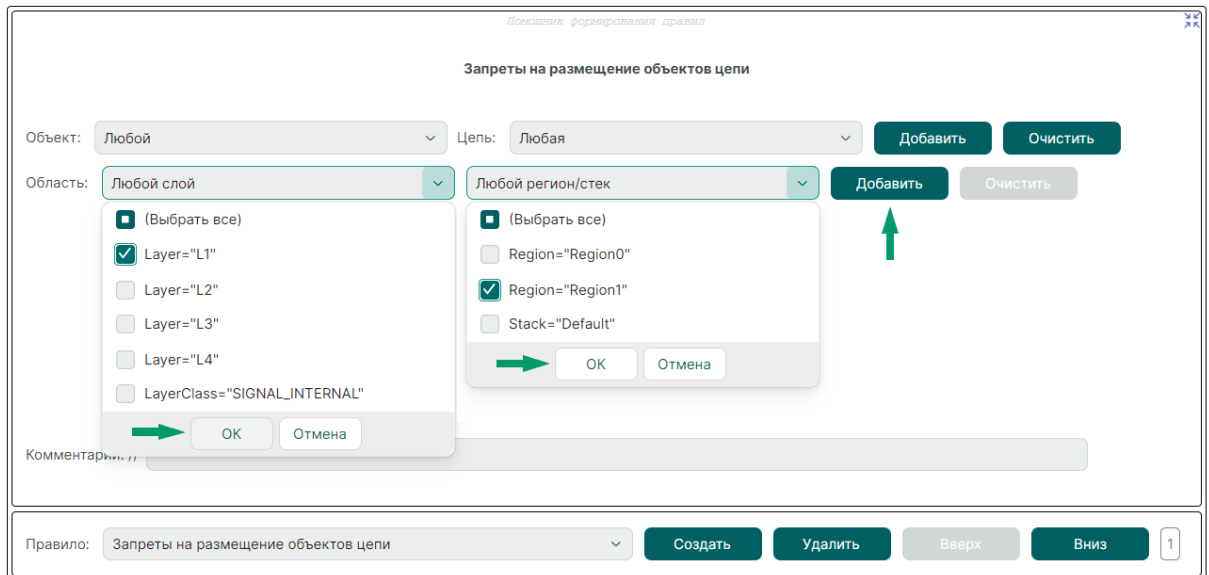

Рис. 174 Выбор области действия запрета
5. В выпадающих меню «Область» определите область действия запрета, см. Рис. 174.